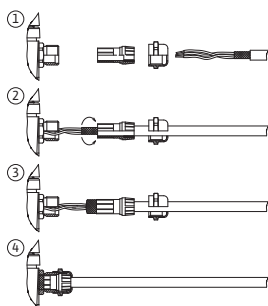

Fig. 25: Afskærmning
Afskærmningen forbindes med kabelgennemføringen på elektronikmodulet. Se Fig. 25.
Afskærmning, se Fig. 25.
1. Åbn karabinhagen (Fig. 25) forsigtigt med værktøj (f.eks. en skruetrækker).